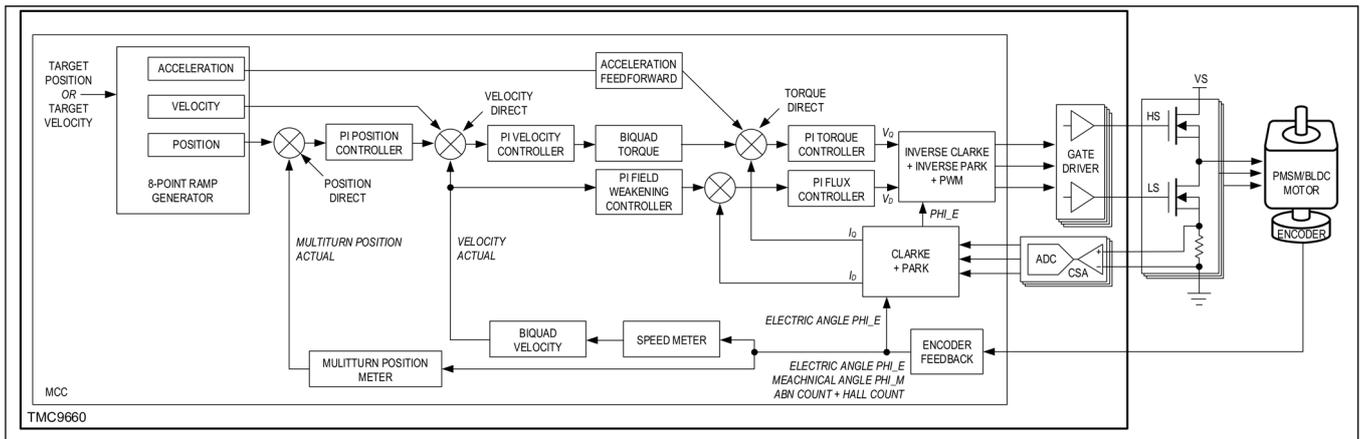

図 16. MCC サーボ・コントローラ
TMC9660 内部の MCC には、セットアップと調整を容易にするトルク、速度、および位置用の位置および積分 (PI) コントローラのカスケード・チェーンで構成される、サーボ・コントローラが含まれています (図 16)。更に、目標とする位置および速度が変化した場合もスムーズかつ迅速な遷移を可能にするために、ランプ・ジェネレータを使用できます。